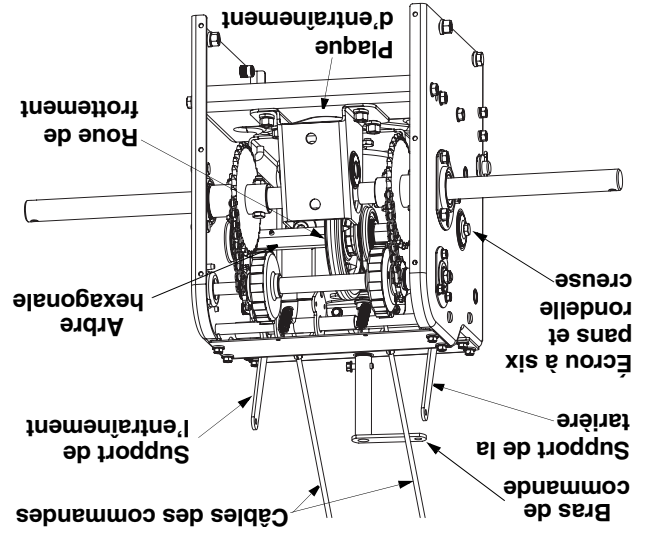

Figure 14
- Utilisez une clé de 7/8 po pour maintenir l'arbre hexagonal, puis retirez la vis à tête hex., la rondelle creuse et le roulement du côté gauche du châssis. Voir la Figure 14.
- Embrayez la commande de l'entraînement et vérifiez si la roue de freinage est en contact avec la plaque de freinage. Voir la Figure 14. Si la roue ne touche pas la plaque, ajustez le câble de l'entraînement et vérifiez à nouveau.
Démontez le capot arrière au moins une fois par saison ou toutes les 25 heures d'utilisation. Lubrifiez les chaînes, pignons, pistons, engrenages, roulements, arbres et le mécanisme de changement de vitesse au moins une fois par saison. Utilisez une huile à moteur ou un lubrifiant à vaporiser. Voir la Figure 14.
Lubrifiez l'arbre de transmission (hex.) avec la graisse 6-en-1 (numéro de pièce 737-0170) au moins une fois par saison ou toutes les 25 heures d'utilisation. Voir la Figure 14.
- Débrayez la commande de l'entraînement et vérifiez s'il y a suffisamment d'espace entre la roue de freinage et la plaque d'entraînement, à toutes les positions du levier de vitesses. Voir la Figure 14. Embrayez la commande de l'entraînement, vérifiez si la roue de freinage touche la plaque d'entraînement. Voir la Figure 14. Sinon, faites l'ajustement suivant :